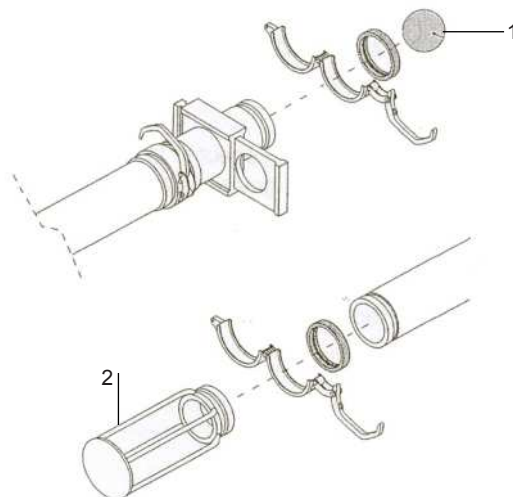
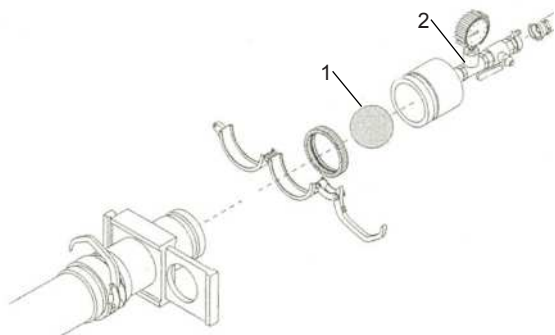

Fig.23
Fig.25
Bagnare una spugna con acqua e introdurla nel tubo (Fig.23 Rif.1). Connettere di nuovo il tubo con la macchina. Alla fine del tubo, connettere mediante l'accoppiamento viciaulic completo di guarnizione, il contenitore (Fig.23 Rif.2) per il recupero della spugna in uscita.
All'uscita del tubo, connettere mediante il raccordo Victaulic completo di guarnizione, il contenitore per il recupero della spugna (Fig.23 Rif.2). All'ingresso del tubo, introdurre la spugna bagnata appropriata al diametro del tubo (Fig.25 Rif.1) e connettere il dispositivo di pulizia con valvola a sfera (Fig.25 Rif.2) in dotazione, controllando il bloccaggio corretto dello stesso.
⚠ L'uscita della spugna dal tubo terminale può essere violenta: stendere correttamente il tubo terminale; in caso di presenza di ostruzioni o "tappi" all'interno del tubo la spugna non esce. Interrompere l'immissione di aria girando la leva (Fig.25 Rif.2).
Svuotare la vasca dell'acqua, tirare la leva di evacuazione (Fig.25 Rif.2) in posizione verticale.
- Avviare la macchina, mantenendo il motore a basso regime e regolare il flusso della pompa al minimo agendo sul selettore (Fig.25 Rif.2) del quadro elettrico.
- Ruotare il selettore di inversione (Fig.25 Rif.2)